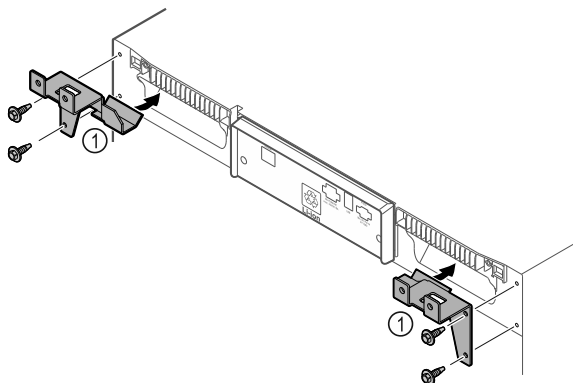

Fig. 8
- Vasthouddelen Fig. 8 (1) met meegeleverde schroeven op het apparaat monteren.